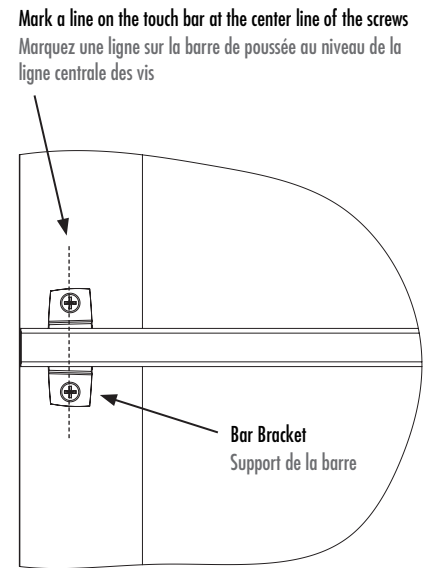

Fig.2
5. Insert and fully bottom touch bar into the inside latch socket to determine the correct length of the bar. Mark bar at center line of bar bracket screw holes. Saw bar to that length. (Fig.1 & Fig.2)
5. Engager la barre jusqu'au fond du loquet intérieure pour déterminer la longueur correcte de la barre. Aligner la barre vis à vis le centre des trous du support de la barre et marquer la barre. Scier la barre à cette longueur. (Fig.1 et Fig.2)